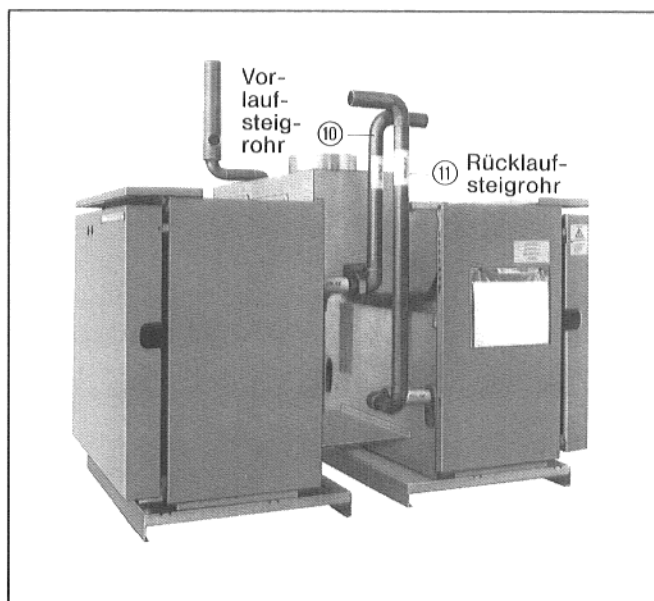

Abb. 2
3. Rücklaufsteigrohr ⑪ in Rücklaufrohr Kesselblock 1 einschrauben (Abb. 2).
4. Vorlaufsteigrohr ⑩ in Vorlauf Kesselblock 2 verschrau-ben (Abb. 2).